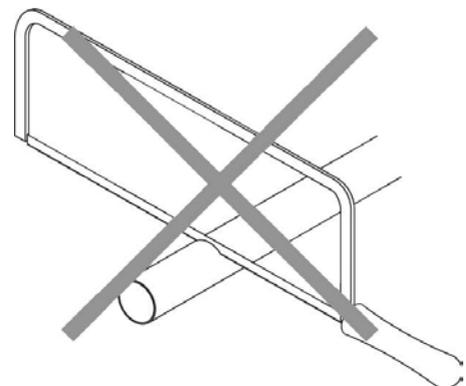

Fig.29
**NON UTILIZZARE MAI UN NORMALE SEGNETTO,** i trucioli potrebbero entrare nel tubo e successivamente in circolo nell'impianto danneggiando seriamente i componenti (fig. 29).